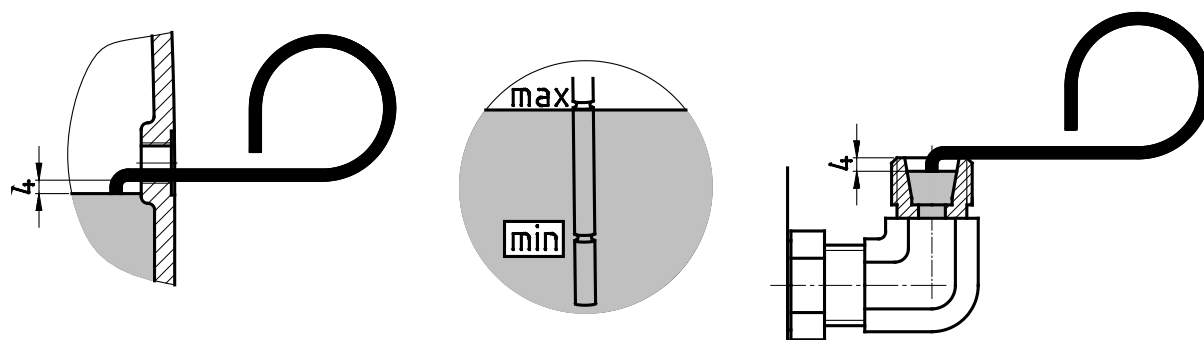

Bild 21: Kontrollera oljenivån med oljesticka
- Standard kuggväxlar i utförandet M4 (V1 och V5) har ett vinkelrör Bild 21 (visas i höger bild). Detta måste vara lodrätt uppåtriktat. Skruva ur tryckavluftningen innan du kontrollerar oljenivån.
- Växelns oljenivå ska kontrolleras med medföljande oljesticka (art.nr.: 283 0050), så som visas i Bild 21 (vänster och höger bild). Den del av oljestickan som sänks ned i oljan ska hållas lodrätt.
- Om oljetank används måste oljenivån kontrolleras med hjälp av oljestickan (gänga G1¼). Oljenivån måste ligga mellan den övre och den undre markeringen när oljestickan är helt inskruvad, se Bild 21 (bilden i mitten). De här växlar får endast användas i det utförande som beskrivs i kapitel 7.1 "Utföranden och underhåll".